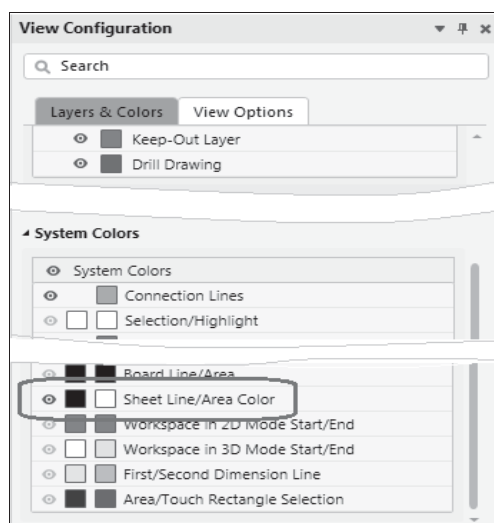

Рис. 3.5. Включение видимости листа PCB-редактора
- Для включения видимости графического листа следует активизировать панель **View Configuration** (рис. 3.5) и щелчком в секции **System Colors** на «глазке»  опции **Sheet Line/Area Color** установить видимость листа.